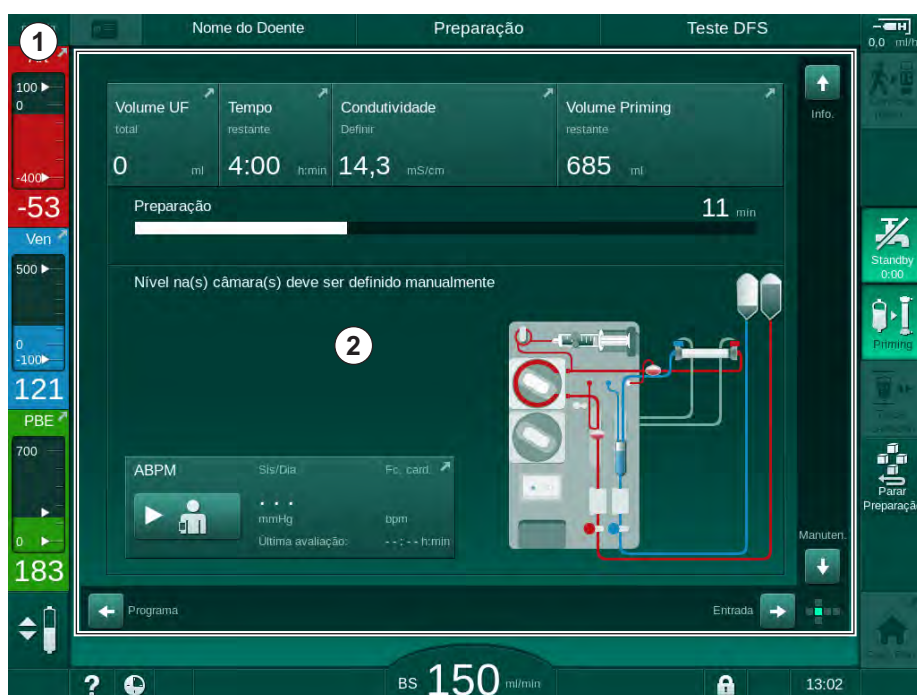

Fig. 3-11 Moldura e ecrã (lado do cubo)
A moldura (Fig. 3-11, ①) é uma área fixa ao redor do ecrã ② do lado correspondente do cubo. Apresenta informações essenciais dependendo da fase operacional do equipamento de diálise e da fase de tratamento, contendo ainda diversos ícones.